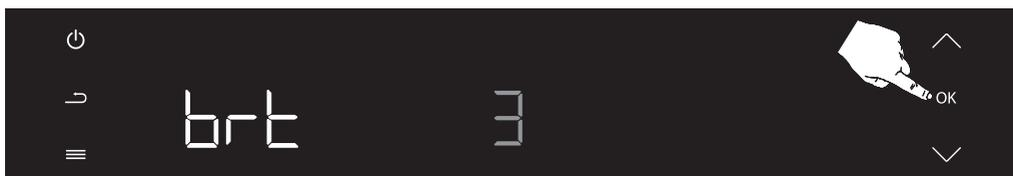

Abbildung 69
Drücken Sie die Bestätigungstaste (OK) einmal, um die Auswahl der Helligkeitsstufe zu bestätigen. (siehe Abbildung 69)